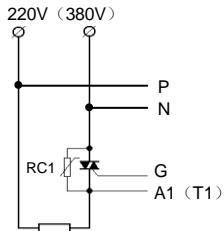

图 10: C2 型应用一
3. C2、C7、C8 类型采用传统触发型，触发有极性且必须接同步信号线，请严格参照前文图 10、11、13、14 相关接线图连接。